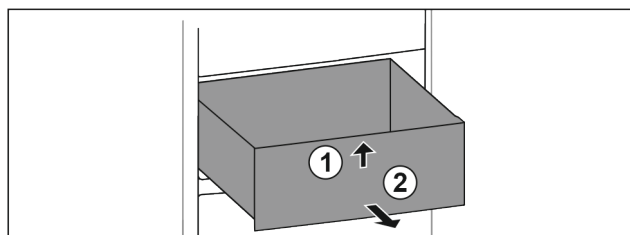

Fig. 90
- ▶ Podignite ladicu sprijeda. Fig. 90 (1)
- ▶ Izvadite ladicu prema naprijed. Fig. 90 (2)